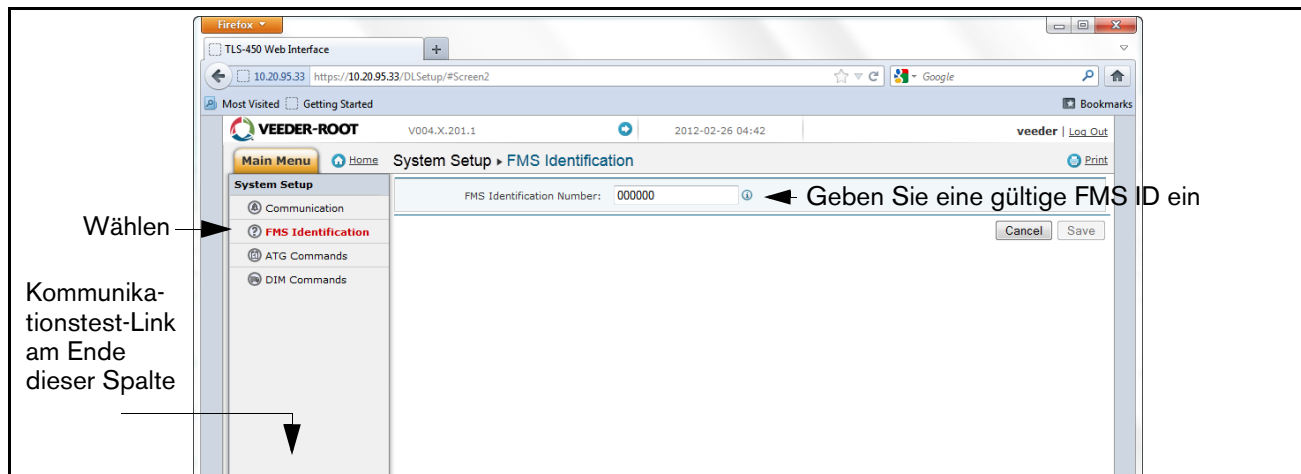

Abbildung A-14. Beispiel für eine FMS ID-Eingabe
16. Wählen Sie den Bildschirm "FMS IdentifiUSfja" und geben Sie anschließend die sechsstellige FMS-Standort-Identifikationsnummer ein. Klicken Sie anschließend auf die Schaltfläche "E Shw" (siehe Abbildung A-14.).